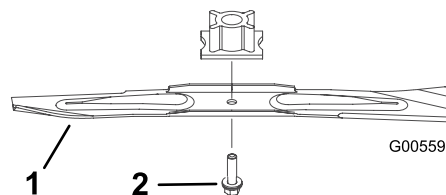

Figura 25
2. Retire el perno de la cuchilla y la cuchilla (Figura 25).